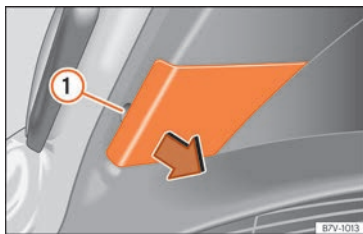

**Fig. 68** En el portón trasero: quitar la cubierta.
- Extraiga la cubierta cuidadosamente haciendo palanca con la parte plana del destornillador de las herramientas de a bordo (» » pág. 44) por el rebaje » » fig. 68 ①.